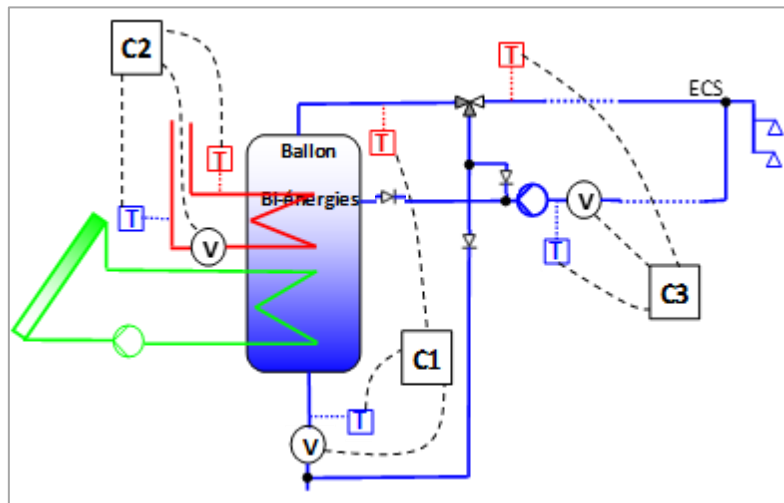

Fig. 5 Bouclage sur installation à appoint intégré
Dans ces installations tous les échanges énergétiques ont lieu dans le même volume de stockage. La contribution du solaire aux besoins de bouclage est donc « naturelle » par la stratification. Cette stratification peut être naturelle, comme sur la figure 5 ; mais aussi favorisée par tel ou tel dispositif, actif avec V3V sur un échangeur extérieur, ou passif avec canne de stratification par exemple.
- Mise en place d'un comptage spécifique sur la parte solaire du bouclage avec double index (compteur QSTU,dis de la figure 5).